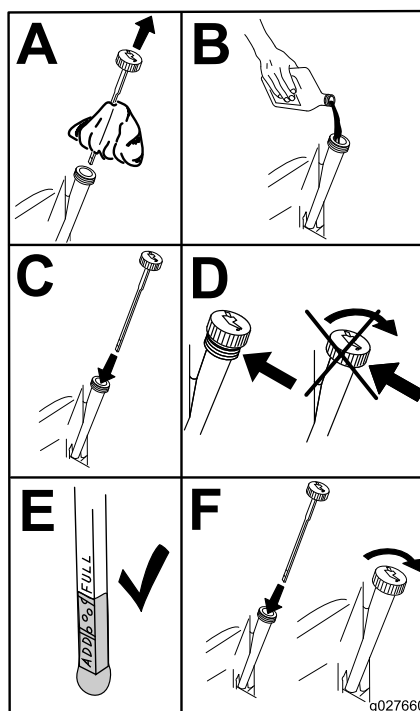

Figure 47
5. Versez lentement environ 80 % de l'huile spécifiée dans le tube de remplissage, puis faites l'appoint lentement jusqu'à ce que le niveau atteigne le repère maximum (**Full**) (Figure 47).